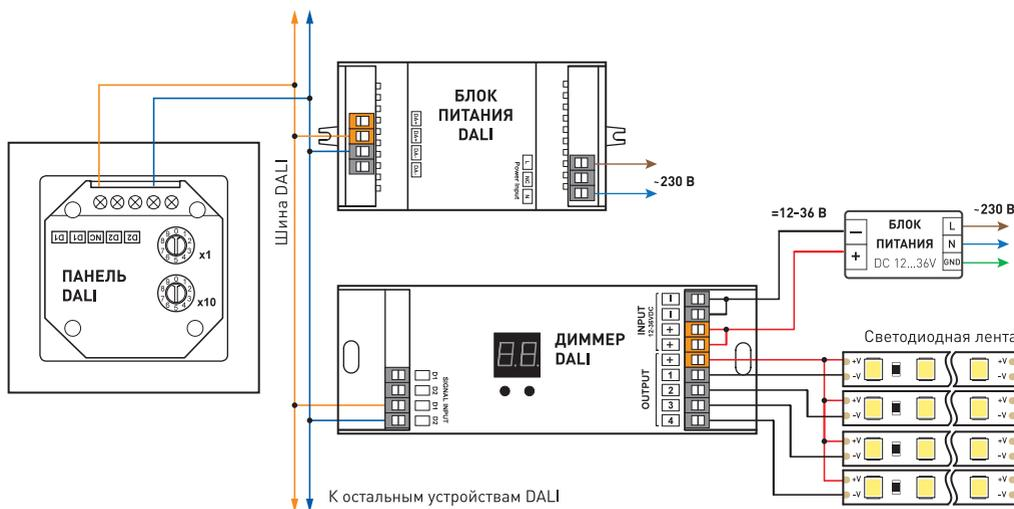

Рисунок 1. Подключение сенсорной панели на примере диммера SR-2302P
- 3.2. Подключите провода от шины DALI к клеммам D1 и D2 сенсорной панели (Рис. 1).